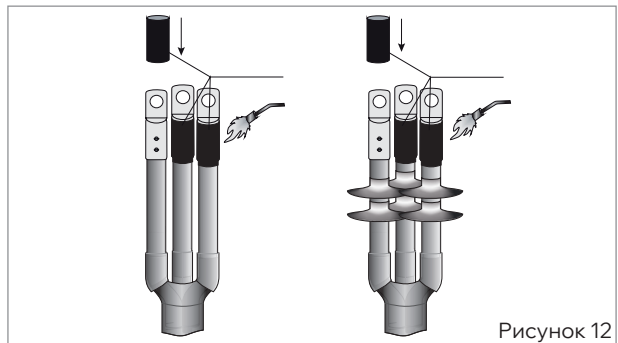

Рисунок 12
■ Обезжирить на каждой жиле цилиндрическую часть наконечников и трубку по жиле на длине 60–70 мм. Надвинуть трекингостойкие манжеты (красного цвета) на трубчатую часть наконечников и усадить их, начиная с середины (рис. 12). После усадки манжеты должны плотно облепать наконечники и трубки на жилах. По торцам манжет должен выступить расплавленный клей. Монтаж муфты окончен. Дайте муфте остыть, прежде чем подвергать ее механическому воздействию.